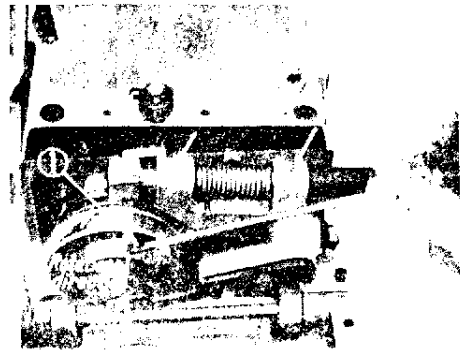
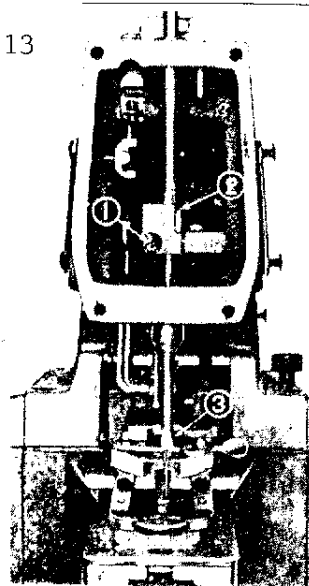
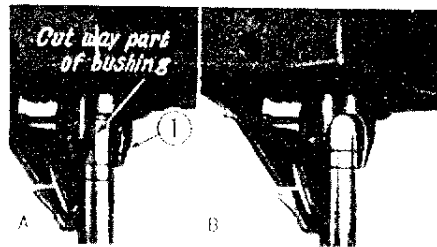
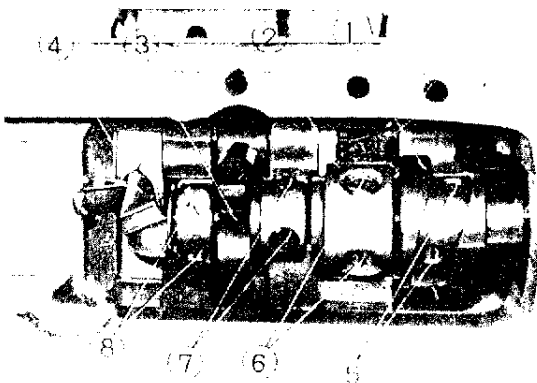

Fig. 2
Fig. 12
Fig. 14
Fig. 15
- * LE SENS DE ROTATION EST INDIQUE PAR LA FLECHE FIG. 2
EN VUE D'ASSURER UNE LONGUE VIE A VOTRE MACHINE ET UNE MEILLEURE SOUPLESSE D'UTILISATION, LA MACHINE DOIT ETRE HUILEE DEUX FOIS PAR JOUR, AVANT LE DEBUT DU TRAVAIL. INSTILLER L'HUILE DANS TOUS LES TROUS INDIQUEES PAR LES FLECHES AU MOYEN D'UNE BURETTE. DEPOSER LE CAPOT DROIT SUR LA TETE, RETIRER LA VIS (1) FIG. 2 DE LA POULIE DE COMMANDE D'AIGUILLE, VERIFIER LE NIVEAU DE GRAISSE ET COMPLETER SI NECESSAIRE.
13. REGLAGE DE LA BARRE A AIGUILLE - FIGURES 12 ET 13
IL Y A DEUX LIGNES DE REFERENCE A LA PARTIE SUPERIEURE DE LA BARRE A AIGUILLE ET DEUX AUTRE PLUS BASSES. SOIOT AU TOTAL 4 LIGNES - FIG. 12. POUR AJUSTER LA HAUTEUR DE LA BARRE A AIGUILLE, SE REFERER A LA PAIRE SUPERIEURE LORSQUE DES AIGUILLES COURTES TQ X 1 SONT UTILISEES ET A LA PAIRE INFERIEURE DANS LE CAS D'AIGUILLES LONGUES TQ X 7. APPUYER A FOND SUR LA PEDALE POUR RELACHER LE LEVIER D'EMBRAYAGE ET DANS CETTE POSITION TOURNER LE VOLANT DANS LE SENS DE ROTATION - FIG. 2 - ET LORSQUE LA BARRE A AIGUILLE ATTEINT SON POINT MORT BAS, LA LIGNE SUPERIEURE DE L'UNE OU L'AUTRE LIGNE FIG. 14 (A) - EN FONCTION DY TYPE D'AIGUILLE UTILISE, DOIT ETRE AU NIVEAU DE LA LISIERE INFERIEURE DU GUIDE BARRE A AIGUILLE.
COMME INDIQUE CHAPITRE 13, LA LIGNE DE REFERENCE SUPERIEURE (LA PLUS HAUTE DE LA PAIRE) VIENT A LA LISIERE DU GUIDE BARRE A AIGUILLE INFERIEUR, TOURNER LE VOLANT DANS LE SENS DE ROTATION JUSQU'A CE QUE LA LIGNE INFERIEURE VIENNE AU NIVEAU DU GUIDE BARRE INFERIEUR. A CETTE POSITION - FIG. 14 (B) FAIRE COINCIDER LA POINTE DU BOUCLEUR - FIG. 15 (4) AVEC LE CENTRE DE L'AIGUILLE AVEC UNE TOLERANCE DE 0,05 A 0,1 MM ET ENSUITE SERRE LES VIS DU BOUCLEUR - FIG. 15 (8).
14. COMMENT OBTENIR LES CONDITIONS DE COUTURE OPTIMALES - FIG 15 ET 16
(I) REGLAGE DU LEVIER DU DOIGT DE POSITIONNEMENT - FIG. 15 ET 16
(II) MOMENT DE LA CAME DU DOIGT DE POSITIONNEMENT DE LA BOUCLE (AVANT) FIG. 15 DE FACON A TROUVER LE MOMENT DU DOIGT AVANT DE POSITIONNEMENT DE BOUCLE, FAIRE COINCIDER LA LIGNE GRAVEE SUR LA CAME ARRIERE DU DOIGT (1) AVEC LA LIGNE GRAVEE SUR LE MANCHON (2) DU BOUCLEUR ET AUSSI AVEC LA LIGNE GRAVEE SUR LE DOIGT DE POSITIONNEMENT AVANT (3). LORSQUE TOUS LES TRAITS SONT ALLIGNES, RESSERER LES VIS (5) ET (7). A CETTE POSITION, METTRE EN CONTACT LA PARTIE ARRIERE DE LA CAME ET MANCHON DE BOUCLEUR (2) AVEC LA CAME ARRIERE DU DOIGT (1) ET RESSERER TOUTES LES VIS.